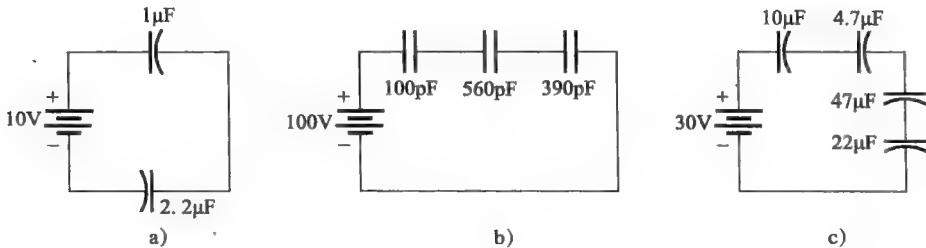

图 9-63
19. 求图 9-63 中各个电路的总电容。
20. 对图 9-63 中的每个电路, 求各个电容器两端的电压。